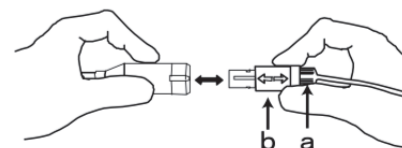

図 2
- (1) ケーブル側のコネクタについた矢印の両側を持つ。
- (2) 電極カテーテル側のコネクタを把持しながら、ケーブル側のコネクタを引き抜く(図2)。ケーブルを電極カテーテルから外す際、ケーブル側のコネクタは、付け根部分(図2-a)を引っ張っても外れないので、コネクタの矢印部分(図2-b)を持ち引き抜くようにすること。